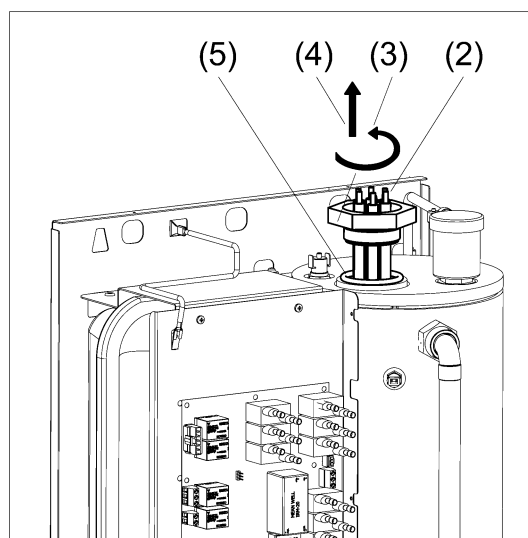

Рисунок 9. Замена блока ТЭН
- (1) Снимите защитный колпак с блока ТЭН при его наличии.
- (2) Отсоедините силовые провода, идущие от ТЭНов (см. рис. 9).
- (3) Выверните блок ТЭН (против часовой стрелки) из теплообменника.
- (4) Извлеките блок ТЭН из теплообменника.
- (5) Замените уплотнительное резиновое кольцо (кольцо входит в комплект поставки).
- (6) Вверните по часовой стрелке новый блок ТЭН в теплообменник.
- (7) Проверьте герметичность резьбового соединения.
- (8) Подсоедините к блоку ТЭН силовые провода.
- (9) Проверьте надёжность контактов электрического соединения.
- (10) Установите защитный колпак при его наличии.